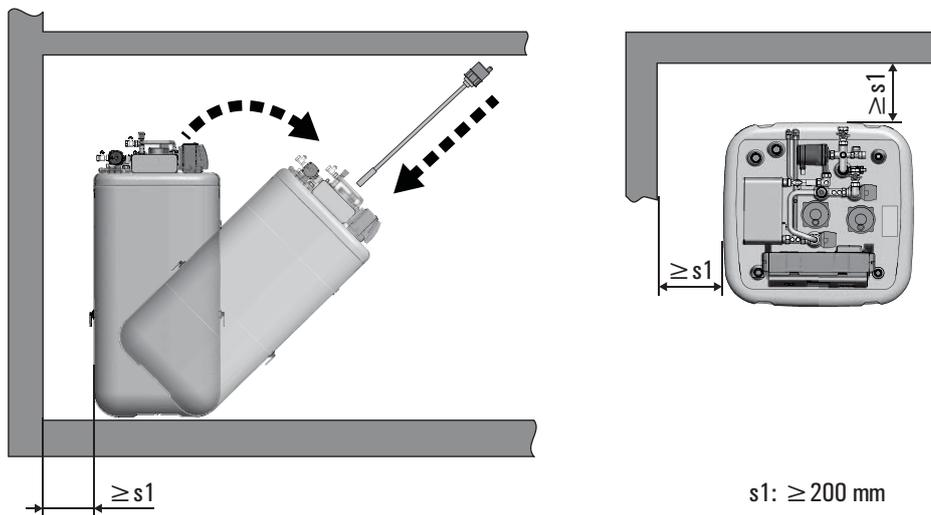

Figura 2-1 Collocazione HPSU Compact
- Attenersi alla distanza raccomandata dalla parete di 200 mm (Figura 2-1, pos. s1).